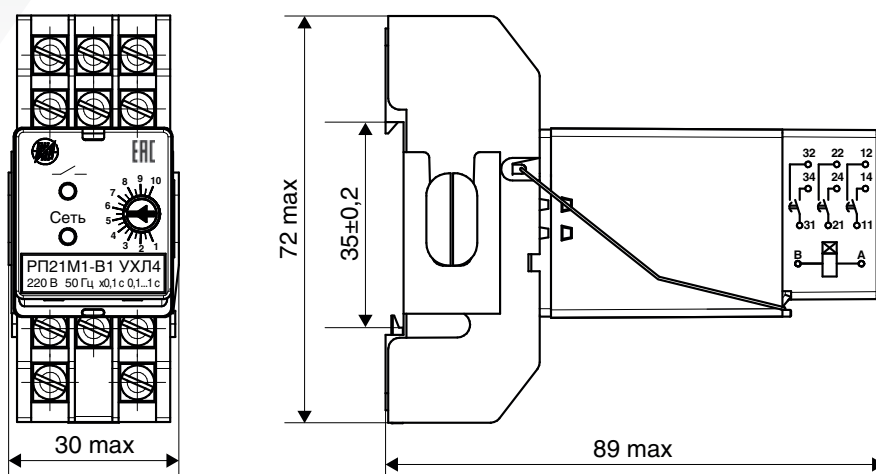

Рисунок 2
- с розеткой типа 2 – крепление реле на DIN-рейку с винтовыми зажимами для переднего присоединения проводников (рис. 2);